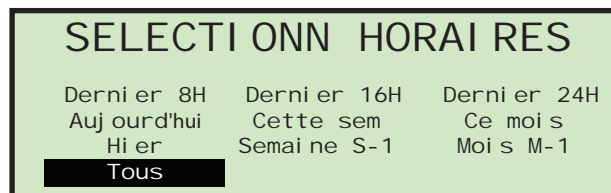

FIGURE 71 : Écran de définition de la période
- 2 Sur l'écran **AFFICHER STATISTIQUES**, utilisez les boutons flèche pour sélectionner et surligner **RÉGLER HORAIRES**, et appuyez sur **Enter**. L'écran **SÉLECTIONN HORAIRES** apparaît (voir Figure 71).